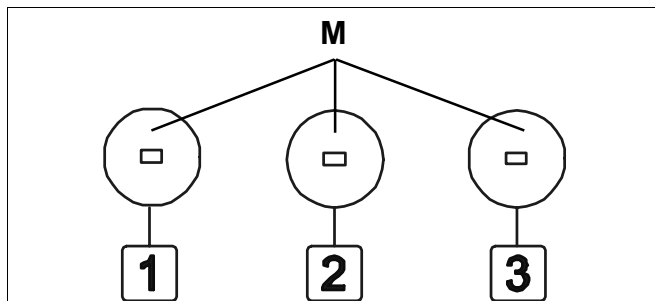

Fig. 46 Calote de plastic "M"
- Citiți presiunea duzelor și verificați conform diagramei figura 44 (pagina 40) dacă puterea cazanului corespunde necesarului de căldură. Dacă nu este cazul, rotiți potențiometrul 1 (Fig. 46, pagina 43) putere de încălzire maximă de pe panoul de comandă până când acesta va afișa valoarea dorită (pentru creștere în sensul acelor de ceas, pentru scădere în sens invers).
Pentru a face accesibile potențiometrele 1,2 și 3 și pentru a putea realiza aceste reglaje, trebuie să îndepărtați calotele de plastic (Fig. 46, **Poz. M**) cu o șurubelniță.